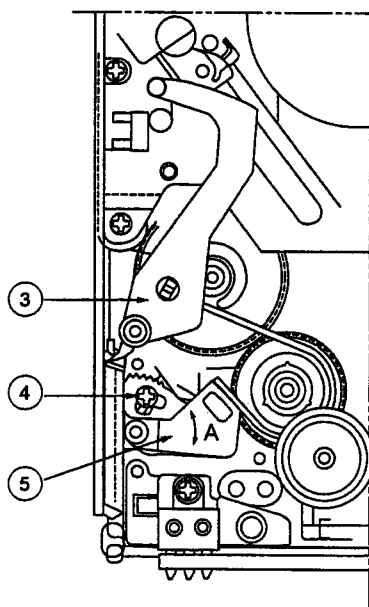

Fig. 5-1
2. So that the center value of the back tension torque swing falls within a range of 5 to 7 g·cm, adjust by loosening the ④ screw in Fig. 5-1 then by moving the ⑤ BT Band Assy to the right and left as shown in A of Fig. 5-1.
3. After adjusting, tighten the ④ screw with a torque of 0.8 kg·cm, then apply the screw-locking compound to it.
2. バック・テンション・トルク値の振れ幅の中心が 5 ～ 7 g·cm となるように、Fig. 5-1 の ④ネジをゆるめて ⑤ BT Band Assy を Fig. 5-1 の A の様に左右に動かして、調整する。
3. 調整後、④ネジを 0.8kg·cm で締め付けてネジ・ロックをする。